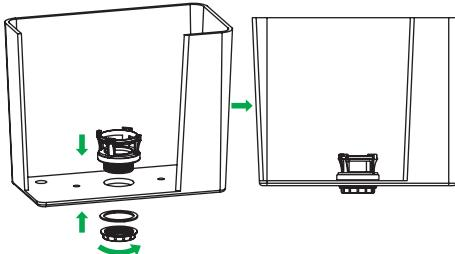

Рис. 9 / 9-сур.
- Установите седло клапана в днище бачка (рис. 9).